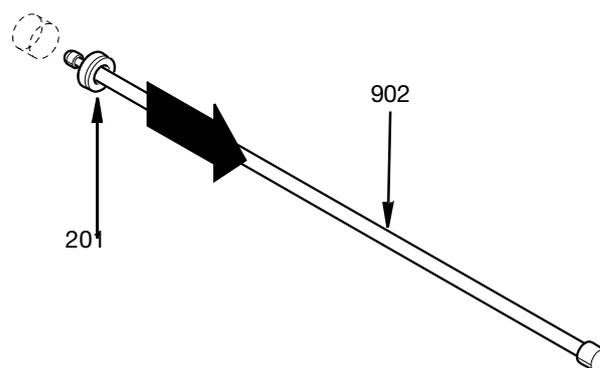

Fig. 34
Чтобы снять уплотнение штока, поместите заостренный конец стержня для установки уплотнения (902) через центр уплотнения штока (201). Зацепите инструмент за противоположную сторону уплотнения и вытяните уплотнение из проставок набивки (203 и 204) или корпуса воздушного цилиндра (509). См. Fig. 34.